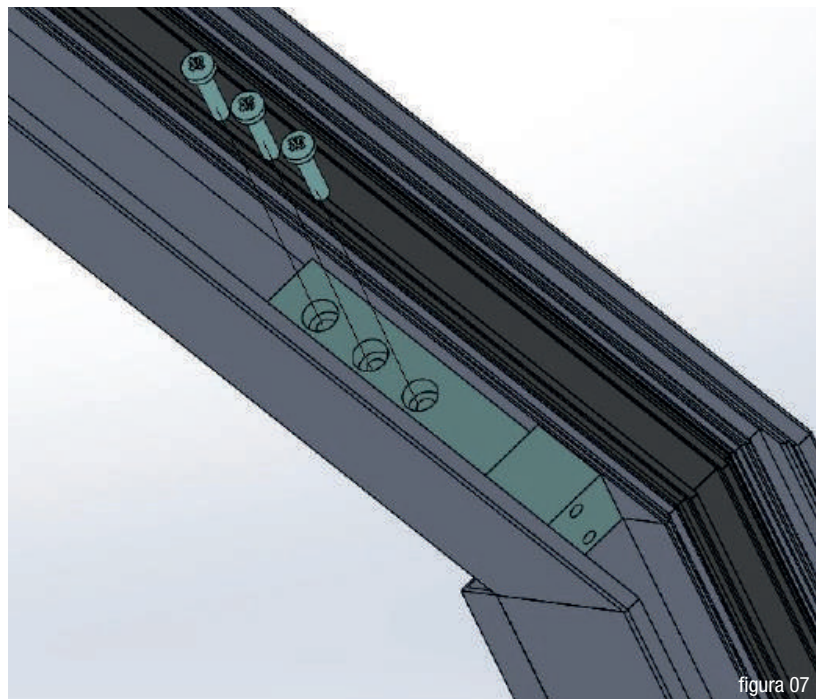
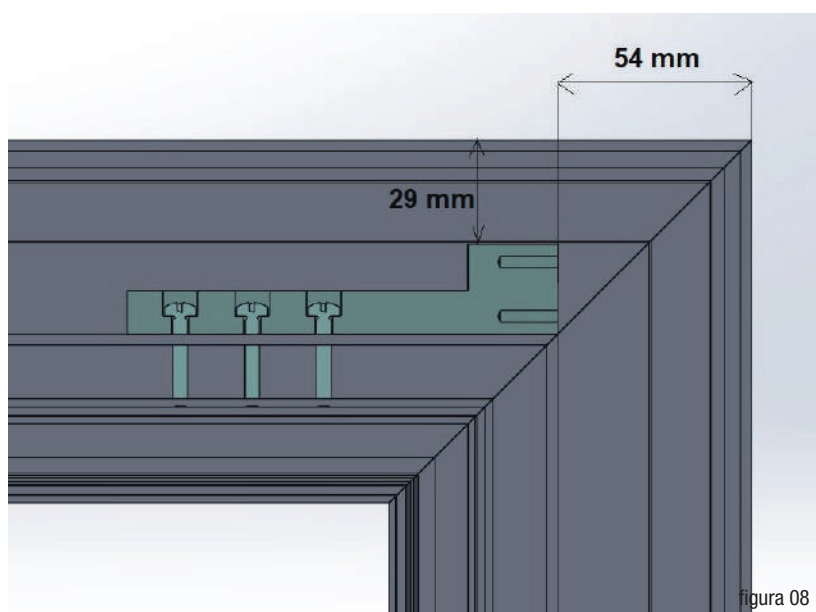

figura 07
figura 08
1. Prima di montare l'anta fissare il blocchetto in alluminio della staffa di trascinamento con le 3 viti autofilettanti 4,8x25 in dotazione - riferimento montante destro lato interno (vedi figura 07 e figura 08).